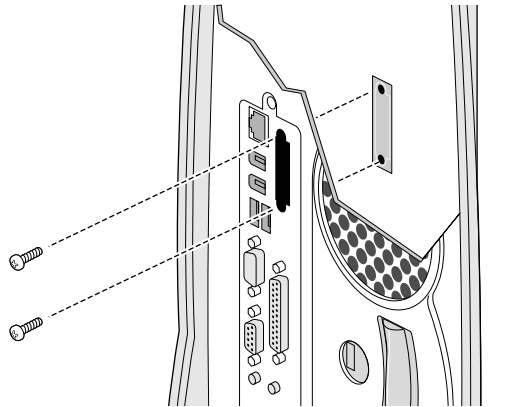

Figura 5-10 Fissaggio della piastrina di copertura dallo slot per la scheda opzionale
6. Se la scheda non verrà sostituita, è necessario rimontare la piastrina di copertura, come illustrato nella Figura 5-10.